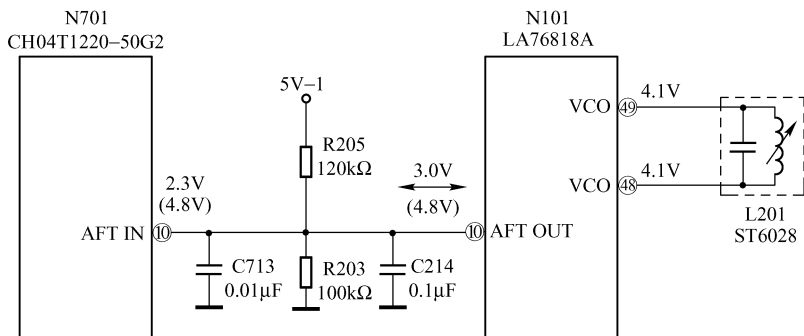

图 7-36 长虹 H2186W AFT 电路故障检修
检查与分析：在检修经验中，不收台一般是高频头及其调谐控制电路有故障，但在该机中，经检查，未见异常。再进一步检查，发现 N701⑩脚和 N101⑩脚电压均在 6.2V 左右，而正常时应在 3.0V 左右波动，如图 7-36 所示。因而判断 N101 或 N701 内部局部不良，首先试更换 N101 (LA76818A) 后，故障被排除。
小结：在如图 7-36 所示中，N101 (LA76818A) ⑩脚用于 AFT 自动频率微调信号电压输出，并直接送入 N701 中央微控制器的⑩脚，用于自动搜台控制，但 AFT 功能在 N101 (LA76818A) 内部与④⑧、④⑨脚 VCO 振荡电路等又组成锁相环式图像检波电路。因此，一旦 AFT 功能异常时还易引起搜台不记忆或图像扭曲等故障。这一点检修时是值得注意的。